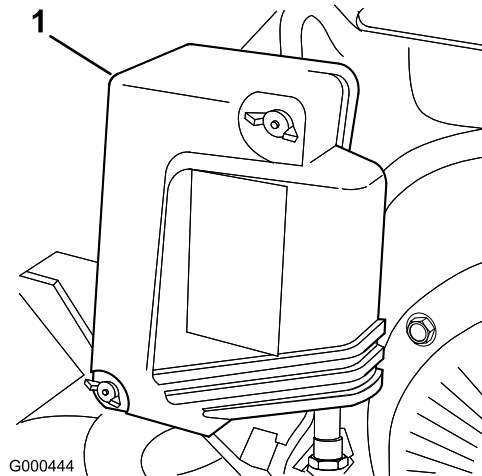

Figure 24
2. Retirez les écrous à oreille qui fixent le couvercle au filtre à air et déposez le couvercle. Nettoyez soigneusement le couvercle (Figure 24).